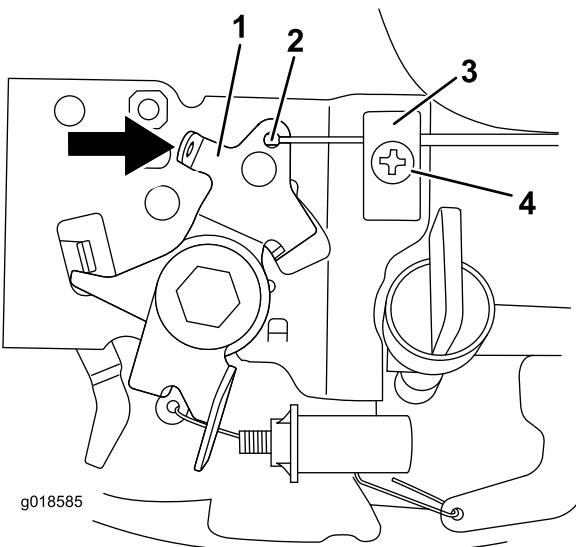

図 4
8. レバーを「ロック」位置一杯まで押す（図 4）。
9. ドッグエンドをレバーに引っ掛け、ブレーキ・コントロール・ケーブルをピンと張って、ねじを締め付ける（図 4）。